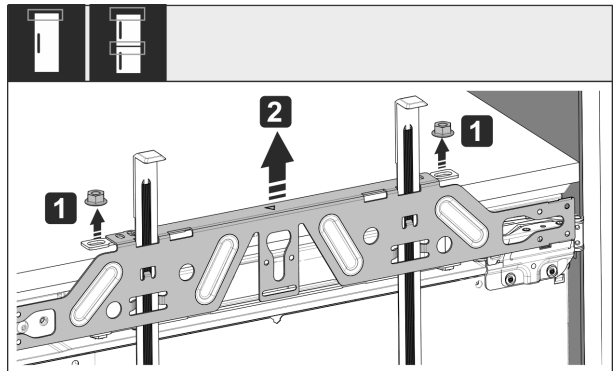

Fig. 58
- Soltar las contratuercas Fig. 58 (1).
- Quitar el travesaño de fijación Fig. 58 (2).